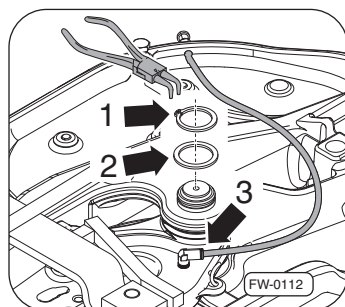

Рис. 31 · Удаление стопора болта
4. Удалите стопорное кольцо ⇒ рис. 31, –поз. 1– и опорную шайбу –поз. 2–.